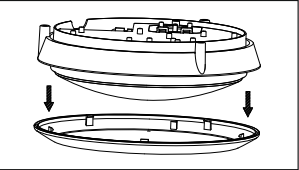

Рис. 4
- 5.14 Снимите декоративное кольцо рассеивателя осветительного прибора отщёлкнув его (рис. 4).